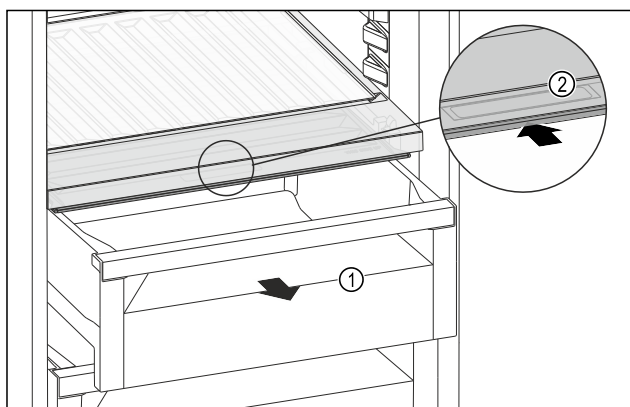

Fig. 101
- Schubfach Fig. 101 (1) herausziehen.
- Griffmulde Fig. 101 (2) am Fachdeckel anfassen und Fachdeckel gleichzeitig nach hinten schieben.